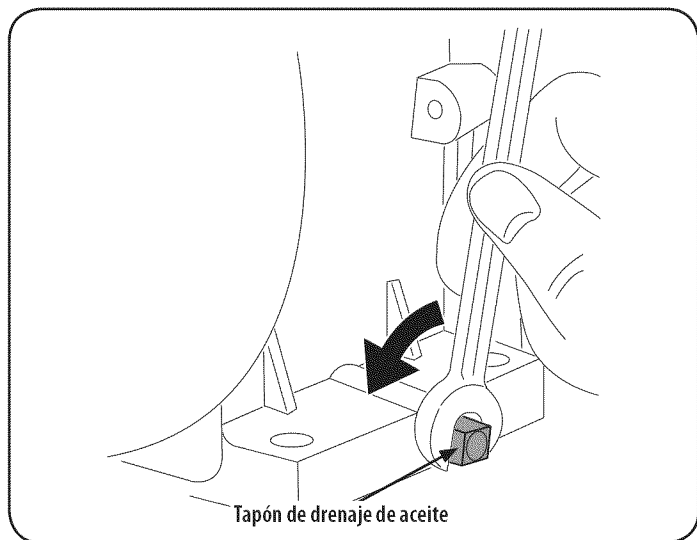

Figura 17
4. Retire el tapón de drenaje de aceite, Figura 17.